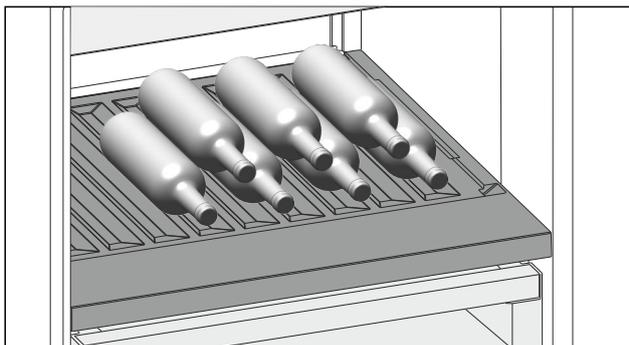

Fig. 90
- ▶ Flaschen mit dem Boden nach hinten zur Rückwand einlegen. (siehe Fig. 90)